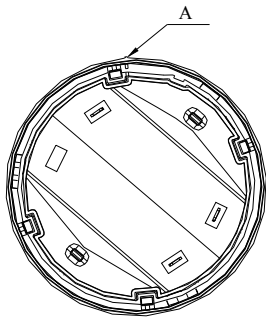
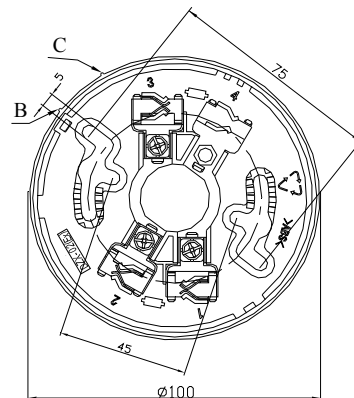

图 3 探测器的底部示意图
图 4 DZX-02 防爆定位底座示意图
2. 探测器的底部及防爆定位底座示意图如图 3 和图 4 所示。
探测器的防爆定位底座示意图如图 4 所示。将防爆定位底座用两个自攻螺钉固定，然后将探测器的直流供电电源线及电源正极输出线分别接在探测器防爆定位底座上的 1、3 和 2 端子。注意：端子 1 接电源的正极性、端子 3 接电源的负极性，端子 2 接电源正极输出线，4 端子不接线。
待防爆定位底座安装牢固后，将探测器底部上的对位标识 A 对准防爆定位底座 B 处，将探测器顺时针旋转到防爆定位底座 C 处即可安装好探测器；见图 3、图 4。